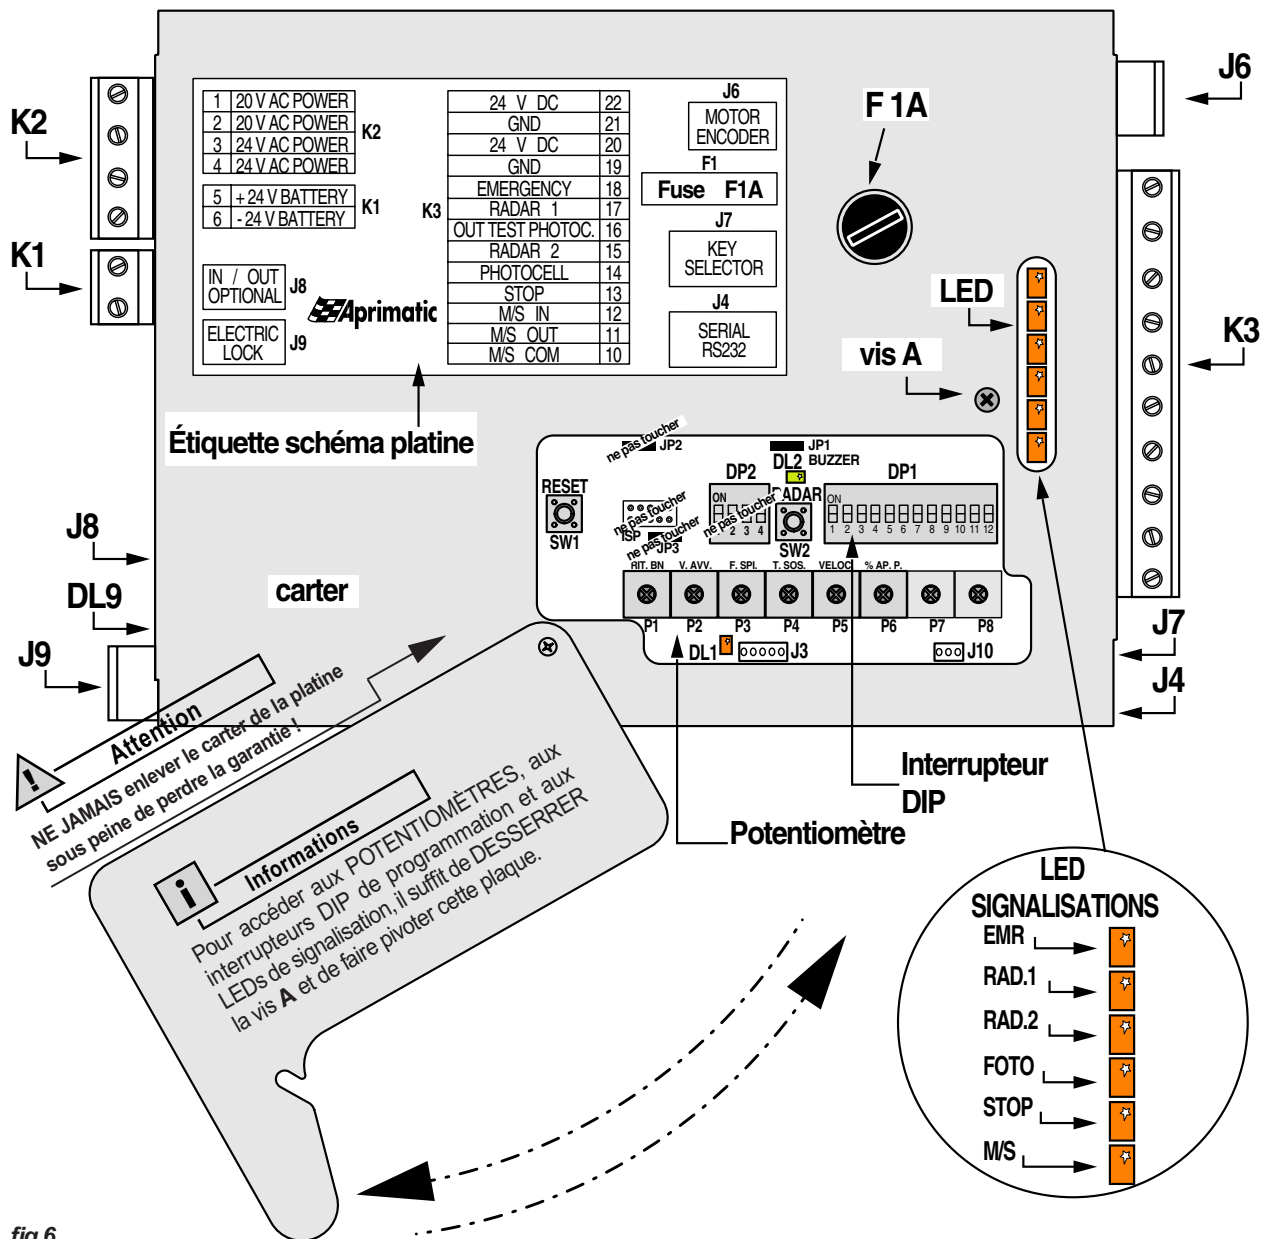

fig.6
CONTROL WING NK se compose d'une CARTE électronique de contrôle fixée sur un profilé d'aluminium extrudé et servant de SUPPORT pour la fixation de l'automatisme sur le module. La carte est protégée par un carter muni d'une ouverture permettant d'accéder aux dispositifs de programmation et de signalisation, tandis que les borniers et les connecteurs sont directement accessibles aux extrémités latérales (fig.6).
- Insérer le connecteur du sélecteur dans le J7 de la carte CONTROL WING NK (fig.6).